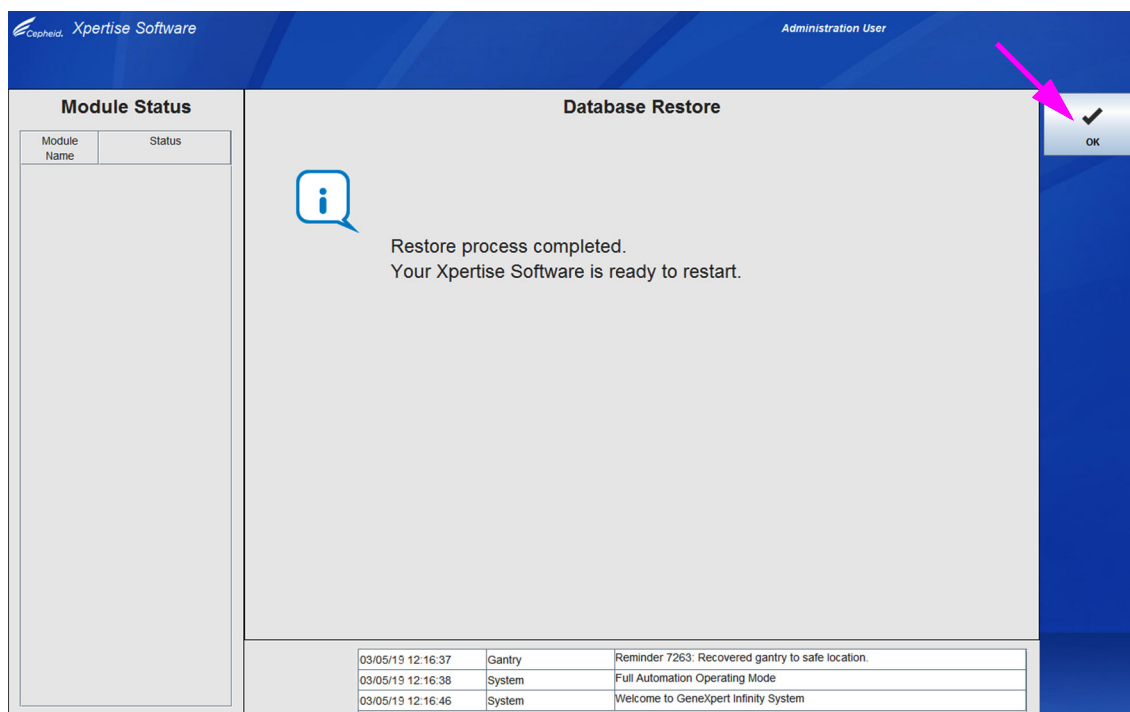

図 5-155. データベースの復元ワークスペース、確認
8. データベースの復元（Database Restore）ワークスペースは、進行状況バーを表示してデータベース復元プロセスの進行状況を知らせます。データベース内のデータ量によっては、復元プロセスが完了するまでに時間がかかります。復元プロセスが終了すると、プロセス完了メッセージが表示されます。図 5-155 を参照。
9. データベースの復元が完了したら、**OK** ボタンを選択して Xpertise Software アプリケーションを閉じます。図 5-155 を参照。